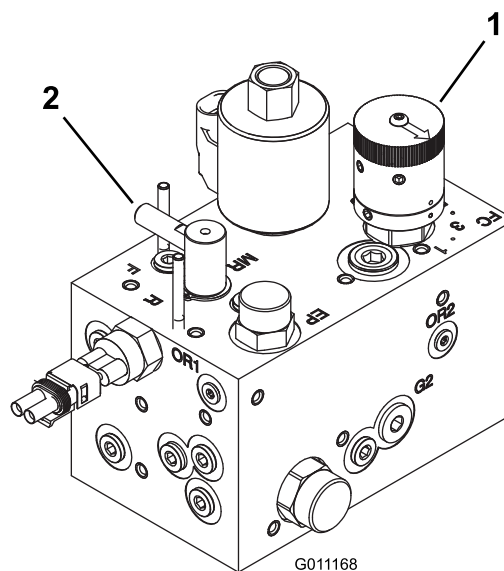

Figura 75
3. Rode o controlo de rectificação para a posição de rectificação (R). Rode o controlo da velocidade dos cilindros para a posição 1. Ver Figura 75.